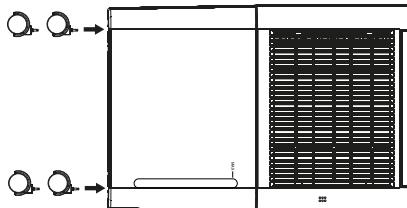

Fig. 1
- Inserire le rotelle nei quattro fori presenti sul lato inferiore dell'apparecchio premendole finché non s'innestano completamente (vedere fig. 1).